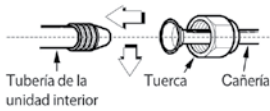
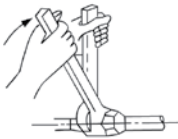

Fig. 51
Fig. 52
- Ajustar lo más posible la tuerca flar con los dedos y luego ajustar con la llave inglesa, como muestran Fig. 51 y Fig. 52.
- 1 • Remover la cubierta del conector eléctrico quitando el tornillo como muestra Fig. 51.